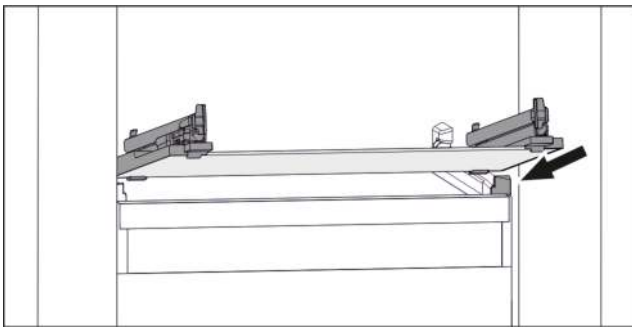

Fig. 113 Beispielhafte Darstellung der Glasplatte
- Glasplatte schräg hinter den Stopperr aufsetzen. (siehe Fig. 113)